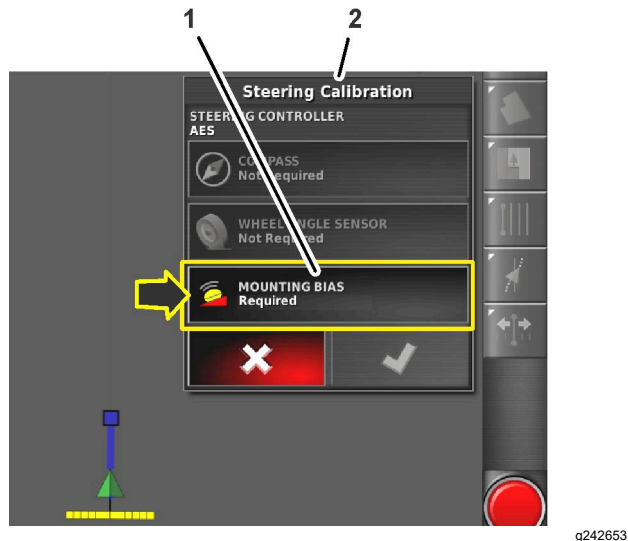

図 167
3. マウンティングバイアスアイコンを押します。(図 167)